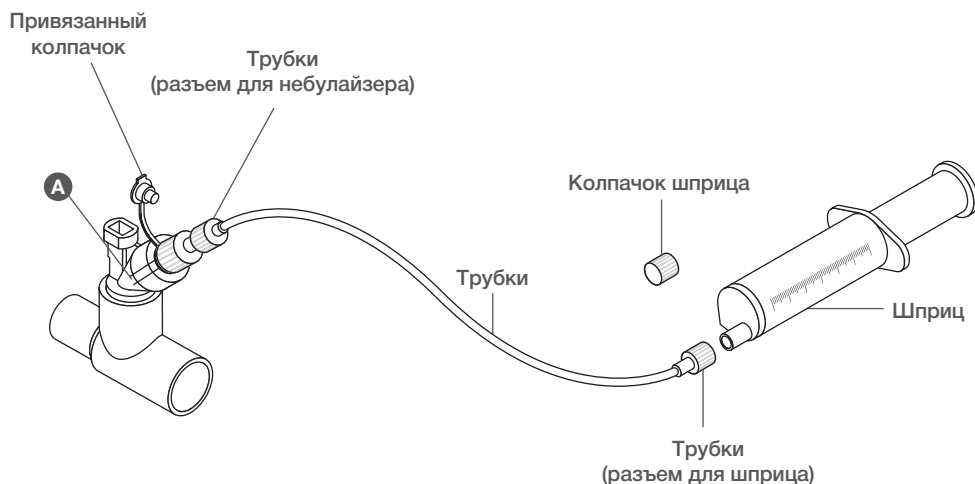

Рисунок 12. Комплект трубок для непрерывного распыления
7. Вставьте шприц, заполненный лекарственным препаратом, в насос для инфузии шприца (насос не показан на рис. 12) и задайте необходимую скорость потока (см. руководство по применению насоса или инструкции изготовителя).